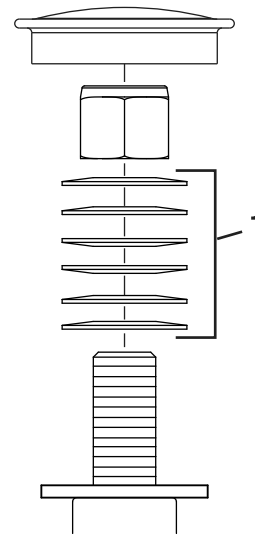

Figure 60
3. Déposez le capuchon protecteur de la roue pivotante et serrez le contre-écrou (Figure 60).
4. Continuez de serrer le contre-écrou jusqu'à ce que les rondelles élastiques soient aplaties, puis desserrez-le d'un quart de tour pour obtenir la précharge correcte des roulements (Figure 60).
**Important:** Veillez à placer les rondelles élastiques correctement, comme montré à la Figure 60.
5. Reposez le capuchon protecteur (Figure 60).